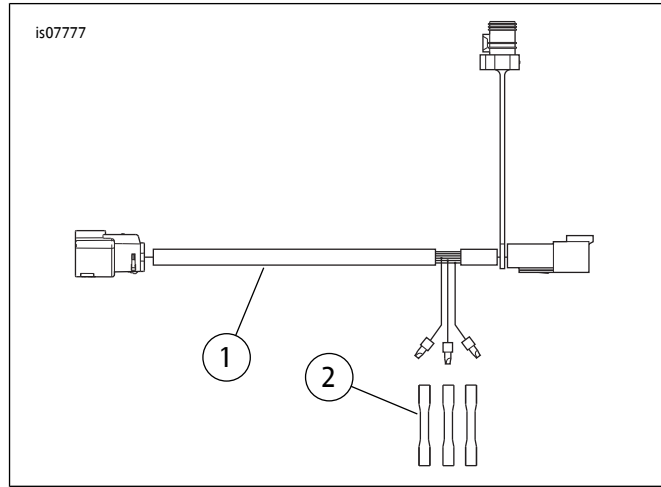

图1。维修零件：电气连接线束
参见图1和表1。
2. 采用四路Deutsch插座电源连接的附件直接插入电气连接线束或电气附件适配器。采用三条单独导线连接至电源的附件：参见图1。将附件（或多个附件）的导线剪切至适合长度，以方便连接至电气连接线束的三条单独导线。剪掉线束上三条导线的线帽。